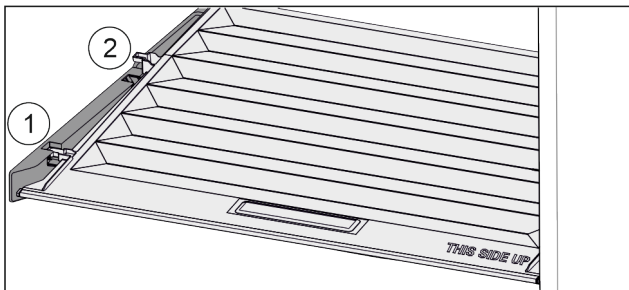

Fig. 34
- Deckel bis zur Öffnung in den Halteteilen nach vorne ziehen Fig. 34 (1).
- Hinten von unten anheben und nach oben wegnehmen Fig. 34 (2).